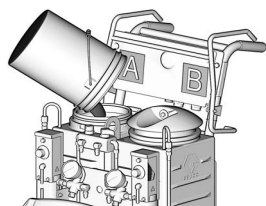

图 7 用 ISO 填满料桶
3. 取下 A 桶盖，将 ISO 注入 A 桶（红色一侧，盖子上有干燥过滤器）。参见图 7.